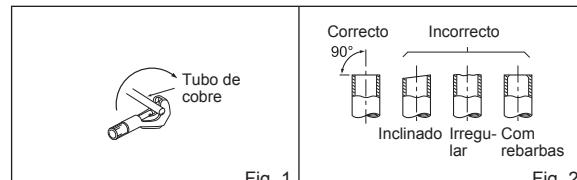

Fig. 1
- Corte o tubo de cobre correctamente com um cortador de tubos. (Fig. 1, 2)